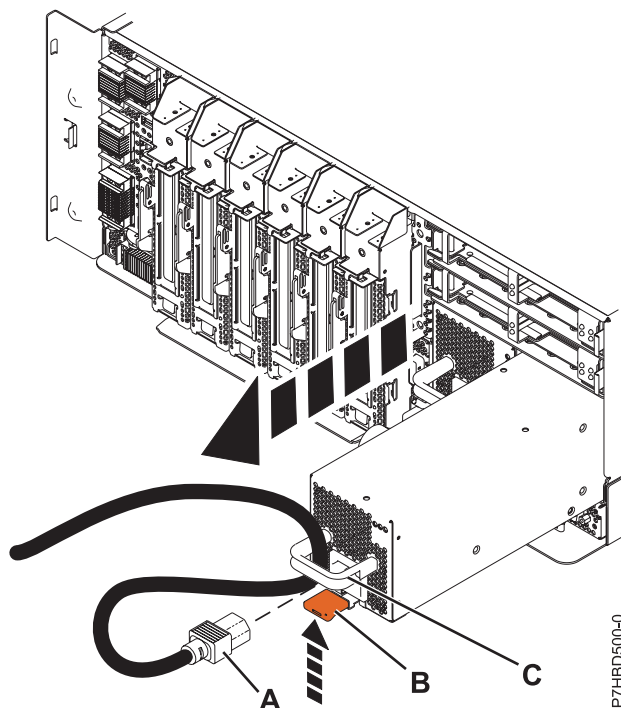

Figura 2. Extracción de la fuente de alimentación
7. Extraiga la fuente de alimentación del sistema, como se muestra en la Figura 2 en la página 4.